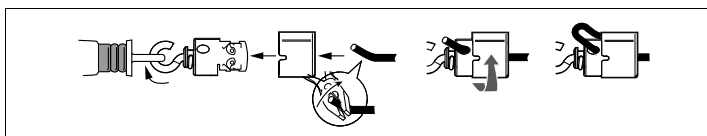

Fig. 6: Montaggio del primo morsetto per fune
- Collegare la fune al morsetto della fune secondo Fig. 6 e agganciare il morsetto dell'interruttore di tiro della fune. Successivamente riapplicare il cappuccio giallo.
- Accorciare l'estremità della fune e inserirla nel morsetto della fune secondo Fig. 6.